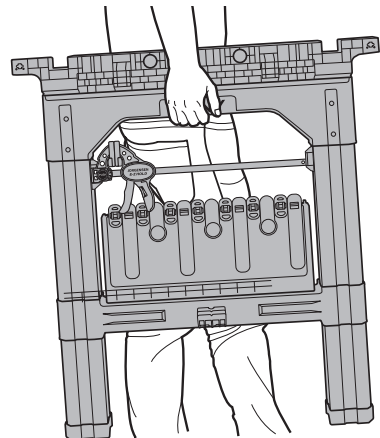

Figura 11
2. El caballete plegable facilita el transporte y el almacenamiento. (Figura 11)